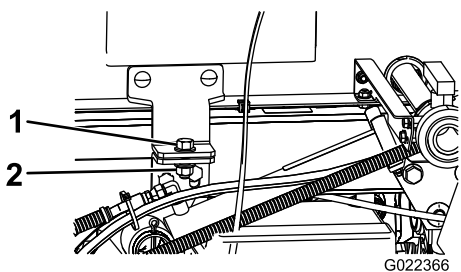

Рисунок 98
5. Выверните предохранительные болты из передней части рамы (Рисунок 98).